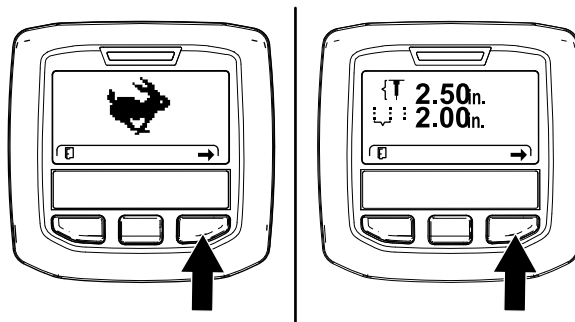

Figure 45
**Remarque:** L'écran de mode TRANSPORT ou mode AÉRATION s'affiche (Figure 45).